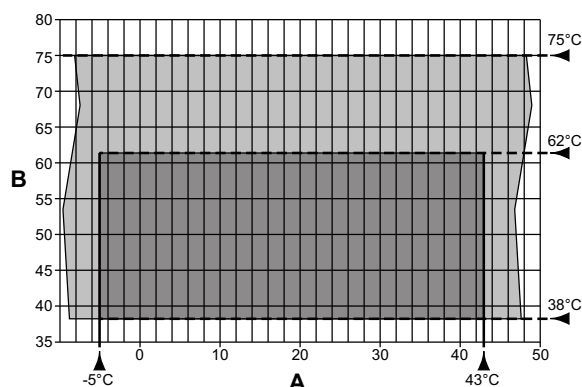

fig. 48 - Graphique
- Raccorder la canalisation d'alimentation en eau froide et la canalisation de sortie aux points de raccordement appropriés (fig. 48).